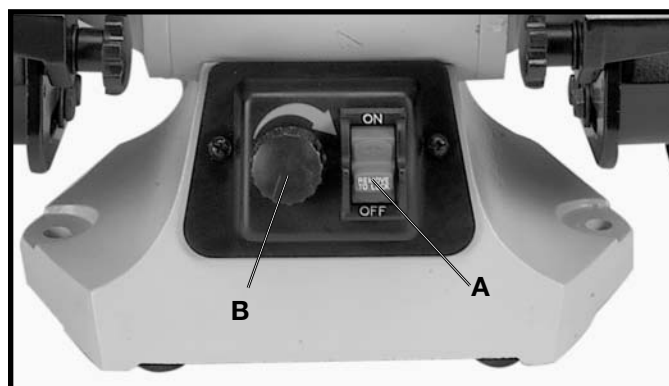

Fig. 10
El interruptor (A) Fig. 10 está situado en la parte delantera de la rectificadora. Para **ENCENDER** la rectificadora, oprima la porción izquierda del interruptor, y para **APAGARLA**, oprima la porción izquierda del interruptor.
Recomendamos que el interruptor quede fijado en la posición de **APAGADO** cuando la lijadora no se encuentre en uso. Esto puede hacerse tomando la palanca del interruptor (A) y extrayéndola del interruptor, como aparece en la Fig. 10. Con la palanca del interruptor (A) fuera de sitio, el interruptor no podrá funcionar. Sin embargo, de llegarse a quitar la palanca del interruptor mientras que la lijadora se encuentre en funcionamiento, puede ser **APAGADA** una sola vez, pero no puede arrancar nueva-mente sin antes insertar la palanca del interruptor (B).
La amoladora está equipada con un control de velocidad variable (B), Fig. 10. Cuando el pomo de control de velocidad variable está ubicado en la posición más a la izquierda (en sentido contrario al de las agujas del reloj), las RPM son 2000. La rotación aumenta a medida que se gira el pomo en el sentido de las agujas del reloj. Cuando el pomo de control de velocidad variable está ubicado en la posición más a la derecha (en el sentido de las agujas del reloj), las RPM son 3450.